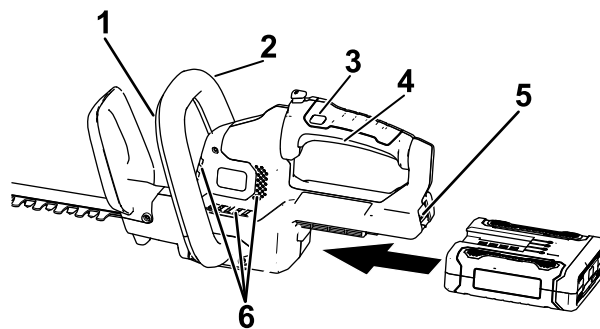

Figura 4
3. Alinee el hueco de la batería con la lengüeta del alojamiento de la empuñadura, sujete la empuñadura, e introduzca la batería en la empuñadura hasta que el cierre encaje en su sitio (Figura 4).
4. Coloque una mano en la empuñadura con gatillo. Coloque la otra mano en la empuñadura auxiliar (Figura 4).
5. Presione el interruptor de bloqueo y apriete el interruptor del gatillo mientras activa el interruptor de la empuñadura auxiliar para encender el cortasetos (Figura 4).
El cortasetos seguirá encendido mientras se aprieten el interruptor de la empuñadura auxiliar y el gatillo. Puede soltar el interruptor de bloqueo una vez que el cortasetos esté funcionando (Figura 4).
Para apagar el cortasetos, suelte el gatillo, el interruptor de la empuñadura auxiliar, o ambos (Figura 4). Espere al menos 5 segundos para que la cuchilla se detenga.